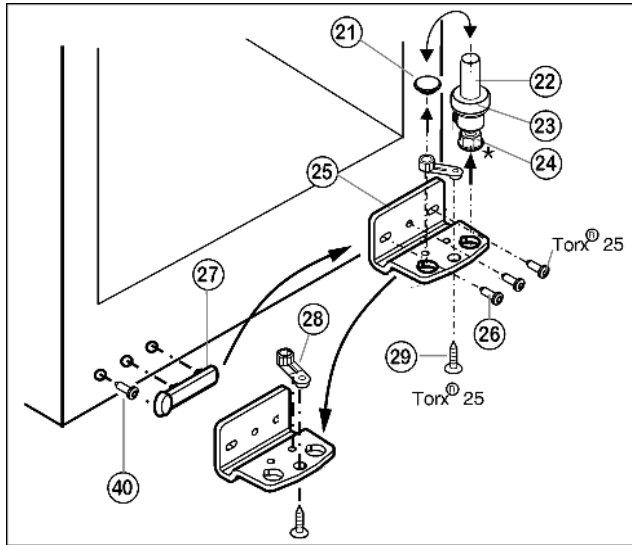

Fig. 5
- ▶ Retirer le pivot Fig. 5 (22) complètement avec le disque Fig. 5 (23) et le pied réglable\* Fig. 5 (24) par le haut.
- ▶ Enlever le bouchon Fig. 5 (21).
- ▶ Dévisser Fig. 5 (25) le support d'appui Fig. 5 (26).
- ▶ Dévisser l'élément pivotant Fig. 5 (28) et le permuter dans le trou opposé du support d'appui.
- ▶ Enlever le cache côté poignée Fig. 5 (27) avec précaution, dévisser la vis Fig. 5 (40) et les positionner sur le côté opposé.
- ▶ Revisser à fond le support d'appui Fig. 5 (25) sur le nouveau côté charnière en utilisant une visseuse sans fil si nécessaire, avec un couple de serrage de 4 Nm.
- ▶ Réinsérer le bouchon Fig. 5 (21) dans l'autre trou.
- ▶ Replacer complètement le pivot Fig. 5 (22) avec le disque et le pied réglable\*. Faire attention à ce que les ergots d'encliquetage soient tournés vers l'arrière.
- ▶ Placer la porte par le haut sur le pivot inférieur Fig. 5 (22).
- ▶ Placer le support d'appui supérieur (12) sur le nouveau côté charnière de porte.
- ▶ Visser le support d'appui supérieur (12) à fond (avec 4 Nm) (2 Torx® 25) (13). Pointer les trous de vissage ou utiliser une visseuse sans fil.
- ▶ Faire encliqueter le cache (10) et le cache (11) du côté opposé.
- ▶ Aligner éventuellement la porte par rapport aux deux trous oblongs du support d'appui inférieur Fig. 5 (25) pour qu'elle affleure avec l'habillage de l'appareil. Pour cela, dévisser la vis centrale.